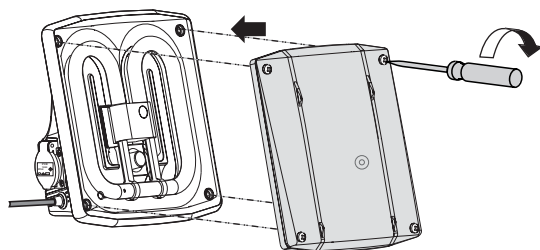

Fig. 17
5.1.5 Vuelva a montar la lámpara de trabajo colocando la cubierta protectora en su lugar correspondiente y cubriendo de nuevo la tapa con la protección de goma. A continuación, vuelva a fijar la tapa con los 4 tornillos. (Fig. 17).